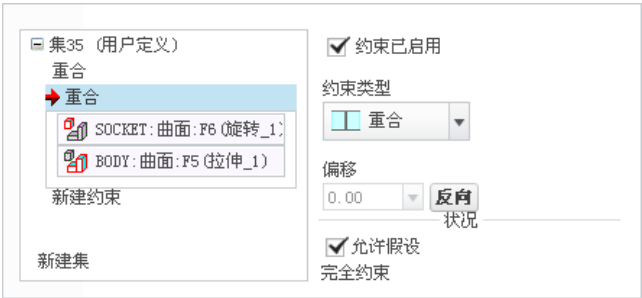

图 9.5.63 “重合”约束参考
(2) 定义平面“重合”约束。平面  重合 约束的参考如图 9.5.63 所示。